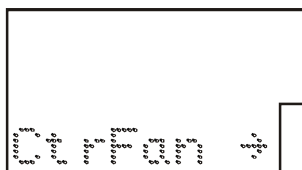

Figura 13: Sinalização do relé para menu de Controle dos grupos de ventilação.
c) pressionar a tecla **M** para acessar os menus e sub-menus de programação. O relé sinaliza entrada no menu de Controle dos grupos de ventilação como mostrado na figura 13. Durante a navegação nos menus e sub-menus de programação, observar no display alfanumérico o último caracter da direita. Quando neste caracter for apresentado o símbolo **→** indica início de uma pasta do menu ou sub-menu de programação. Os menus e sub-menus do relé estão relacionados na tabela de 19 até 27.